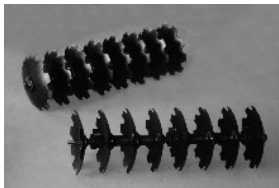

Figura 03
- 2 Rodillos montados conteniendo: Ejes, cojinetes, carretes, arandelas y tuercas (Figura 03).